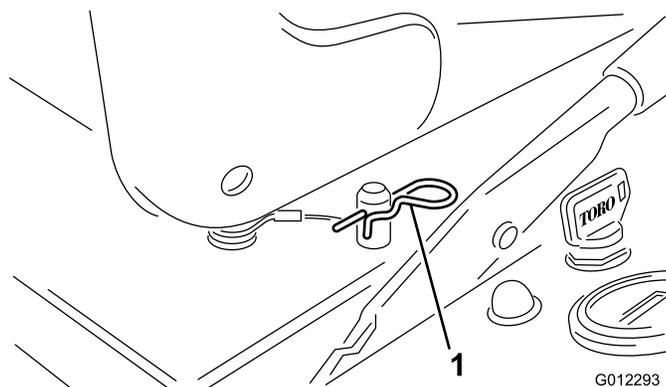

Figura 19
1. Retire el clip de retención de la varilla de bloqueo del asiento (Figura 19).